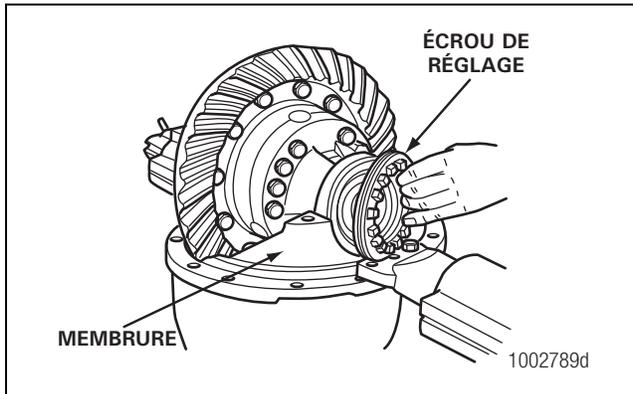

Figure 5.52
6. Poser les deux écrous de réglage de roulement entre les membrures de la tête de pont. Tourner chaque écrou de réglage de façon qu'il s'appuie contre la bague de roulement. Figure 5.52.